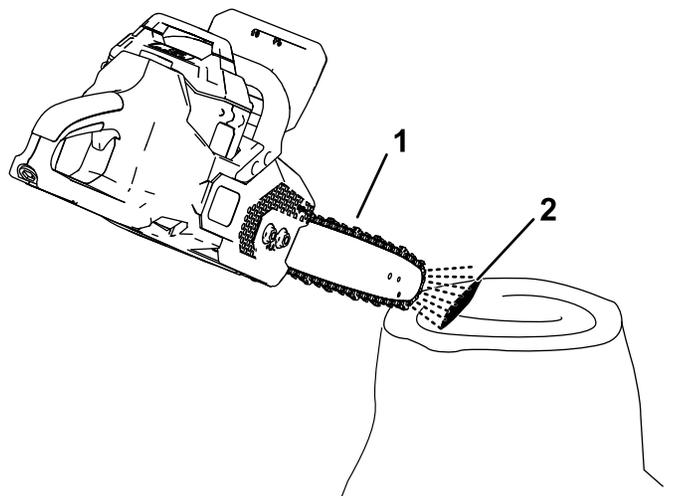

図 26
2. オイルがチェーンに流れていることを確認するには、チェンソーの先端を紙、段ボール、切り株などの表面から数インチ離してチェンソーを動かします。表面にオイルが薄く噴射されているのが見えるはずです 図 26。